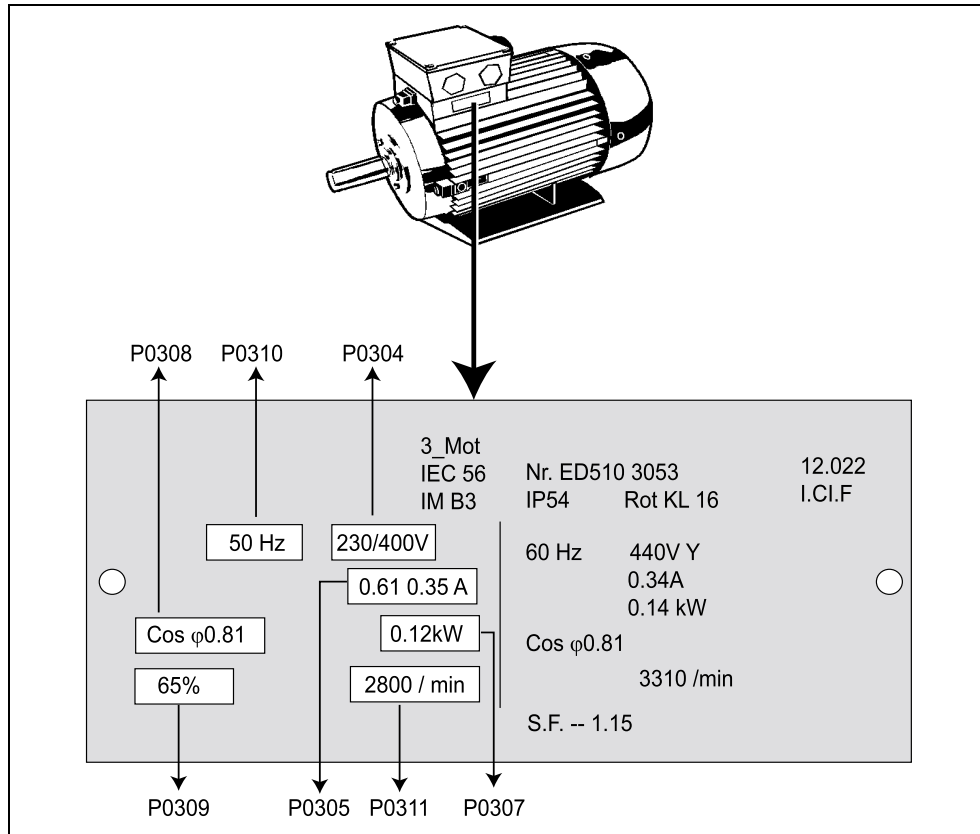

Bild 3-7 Beispiel eines typischen Motor-Typenschildes
3. Der Umrichter wird im Werk für Standardanwendungen mit 4-poligen Siemens-Standardmotoren programmiert, die die gleiche Nennleistung haben, wie die Umrichter. Bei Verwendung anderer Motoren müssen deren Daten vom Motor-Typenschild eingegeben werden. Wie die Motordaten abgelesen werden entnehmen Sie bitte Bild 3-7.